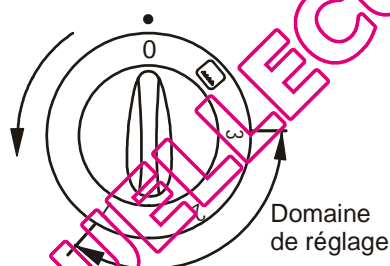

Fig. 19
- Le sélecteur four (fig. 19) permet d'ouvrir et de fermer l'arrivée du gaz au brûleur ainsi que le choix de la température désirée.